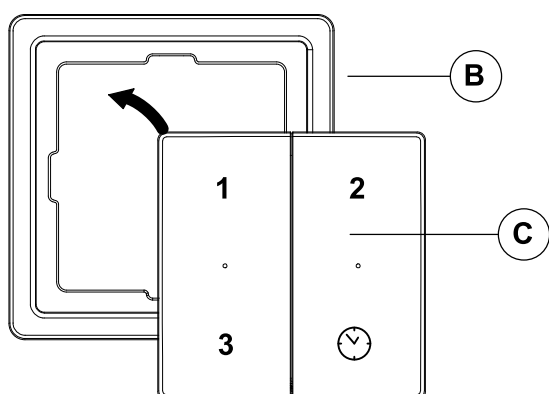

Fig 5.
2. Plaats de draadloze schakelaar C (fig.5) zodanig in het frame B, dat hij vastklikt.